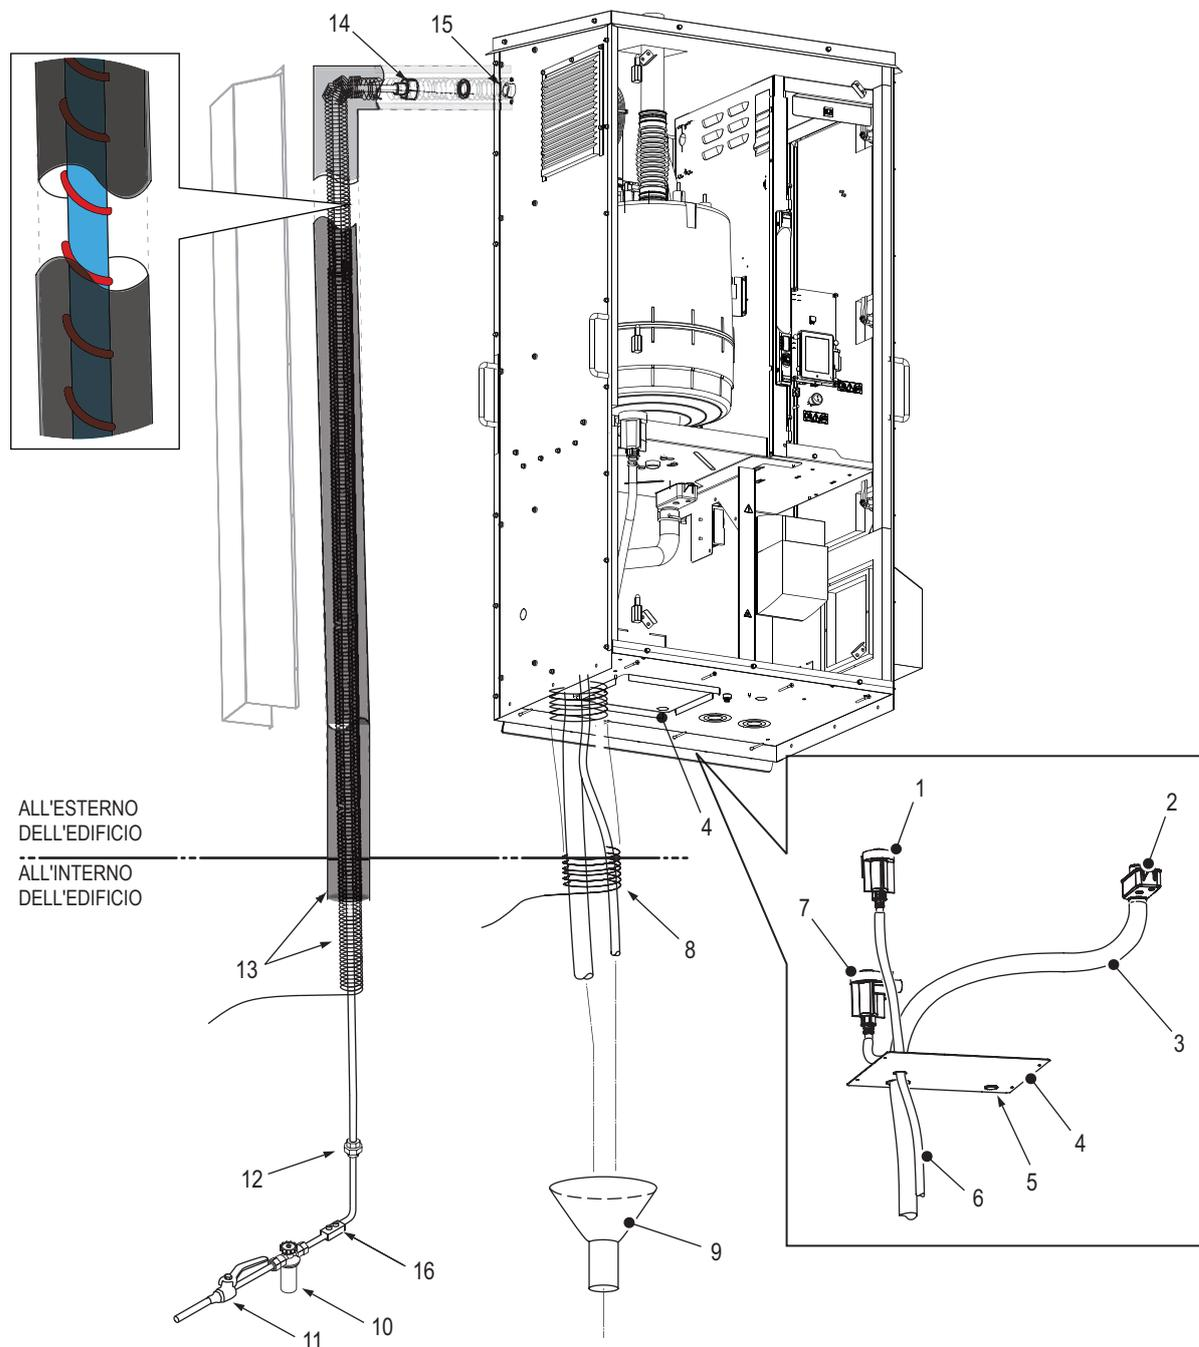

Fig. 14: Collegamenti per l'ingresso e l'uscita dell'acqua (in figura: unità EL-OC media)
Collegare gli ingressi e le uscite dell'acqua come descritto di seguito. Vedere Fig. 14.
- Far correre un tubo di scarico (diametro interno di 30 mm non incluso nella dotazione) attraverso la grande apertura nella piastra di base e collegarlo al raccordo di scarico dell'umidificatore. Vedere Fig. 14. Fissare il tubo con dei morsetti (non in dotazione). Condurre l'altra estremità del tubo di scarico verso l'imbuto di scarico.